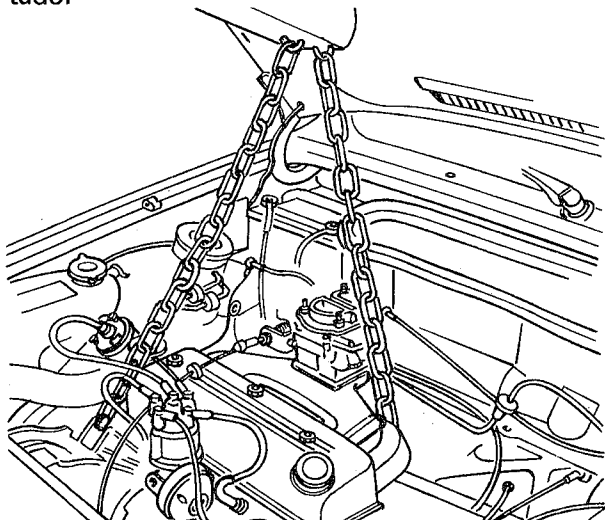

fig. 15
2. Instalar uma corrente para sustentar o motor, fixando uma de suas extremidades no coletor de escapamento, com o auxílio de um prisioneiro, e a outra com o parafuso de fixação do suporte do alternador: levantar o conjunto o suficiente para sustentar o peso do motor (fig. 15)